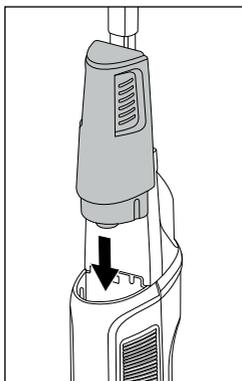

Afb. 9
- ◆ Vul het schoonwaterreservoir **11** voor grote oppervlakken  (tot 55 m²) tot de derde peilstreep  met leidingwater of gedestilleerd water (zie afb. 9).
- ◆ Voeg aan het water in het schoonwaterreservoir **11** voor grote oppervlakken  (tot 55 m²) tot de vierde peilstreep  schoonmaakmiddel toe (zie afb. 9).